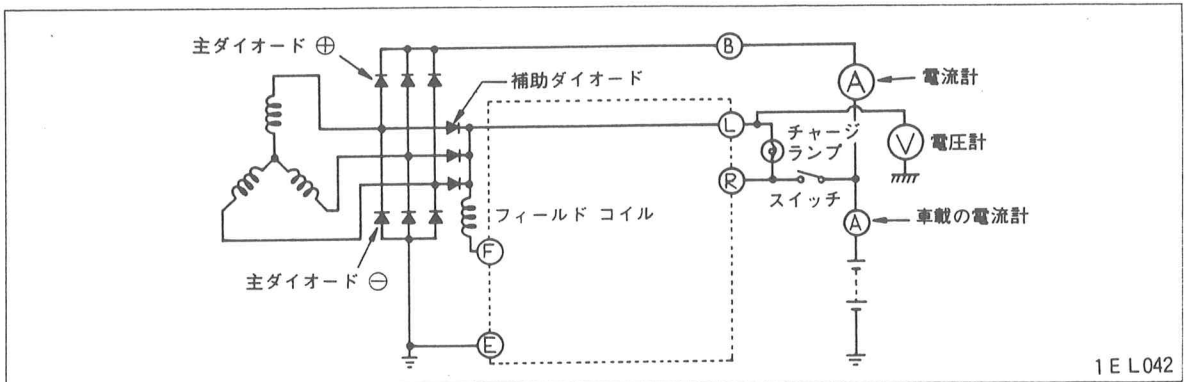

図4 電流計、電圧計の接続
- 出力電流及び調整電圧を測定するときは、図4の位置に電流計及び電圧計を接続する。